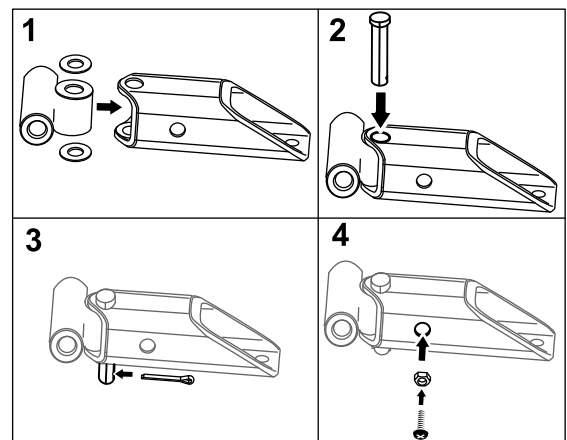

Figure 4
1. Placez les 2 rondelles de butée sur chaque ouverture de l'attelage et placez-le dans le tube de pivot (Figure 4, case 1).
2. Insérez l'axe de chape dans le haut du tube de pivot, la première rondelle, l'attelage, la seconde rondelle et le bas du tube de pivot (Figure 4, case 2).
3. Fixez avec la goupille fendue (Figure 4, case 3).
4. Placez chaque boulon de carrosserie (1/2") dans un écrou de blocage (1/2") (Figure 4, case 4).
5. Vissez chaque boulon de carrosserie dans le côté du tube de pivot (Figure 4, case 4).